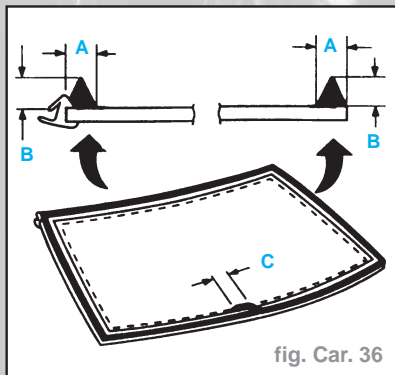

fig. Car. 36
- Appliquer la colle sur le bord du pare-brise - utiliser la buse de cartouche à ouverture triangulaire (kit de colle); former un cordon triangulaire (fig. Car. 36) :